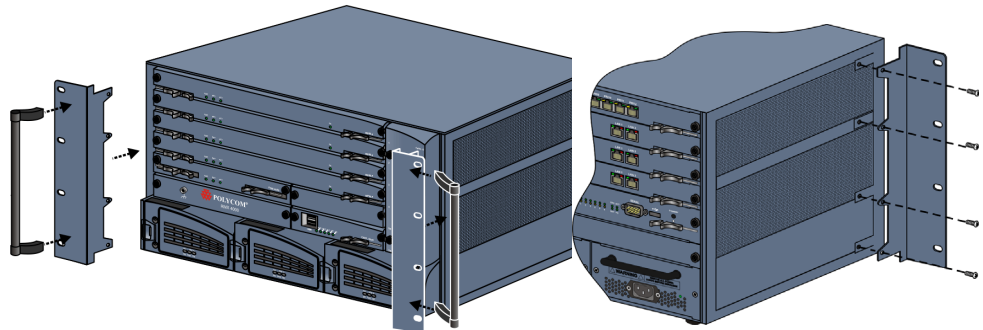

Abbildung 1-5 Installieren der Griffe und Halterungen sowie detaillierte rückseitige Sicht auf die 23"-Halterung
- 2 Nach dem Entfernen bringen Sie die 23"-Halterungen aus dem Gestell-Installationszubehör an und bringen die Griffe wieder an den 23"-Halterungen an. Dies ist in Abbildung 1-5 zu sehen.